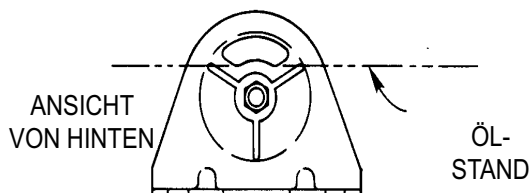

Abbildung 2
**Für Modelle mit Tank-Typ B:** Entfernen Sie den Tankverschluss. Der Flüssigkeitsstand sollte bis an die Unterkante der Einfüllöffnung reichen, wenn die Pumpe eben und horizontal auf ihrem Sockel steht und die Zylinder eingefahren sind (siehe Abbildung 2).